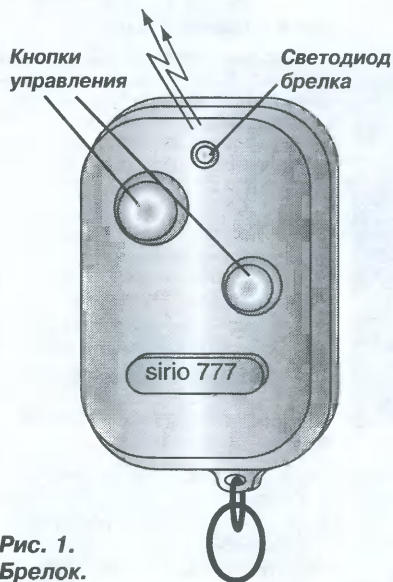

Рис. 1.
1. АОС не слушается брелка (рис. 1) и